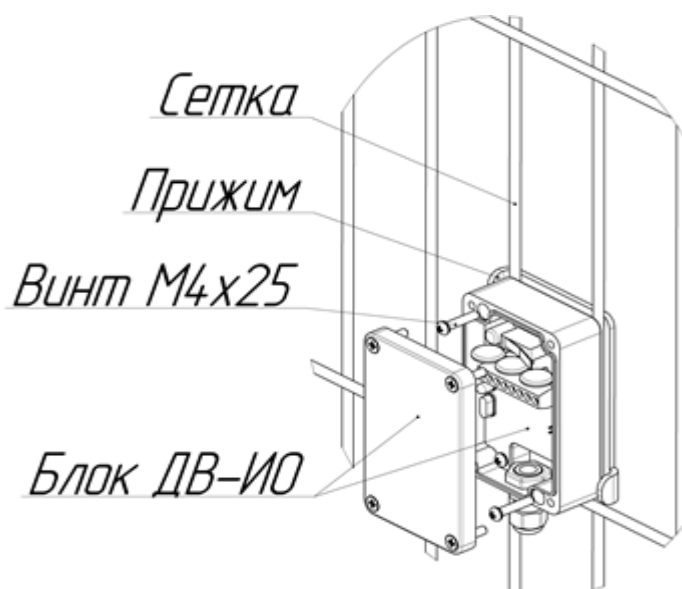
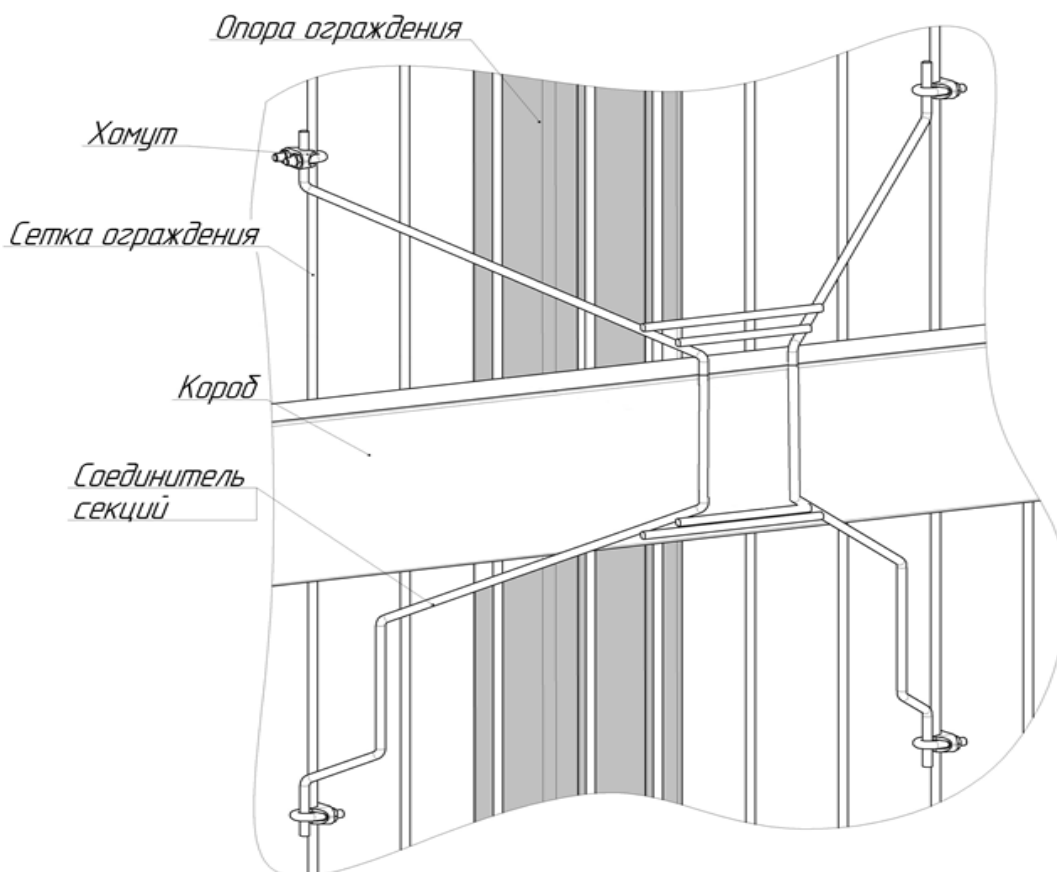

Рисунок 1 – Крепление извещателя на сетке ограждения
Рисунок 2 – Соединитель секций
- Извещатель ДВ-ИО устанавливается непосредственно на нижнюю панель заграждения посередине секции при помощи КМЧ (прижим на сетку) (рисунок 1). Учитывая, что вибрация заграждения при воздействиях на него передаются через металлические опоры, при условии жесткого крепления полотен секций на металлических опорах, ДВ-ИО может использоваться для контроля 3 секций, при этом рекомендуется дополнительное соединение секций между собой соединителями секций (рисунок 2). Допускается увеличение локальной зоны контроля ДВ-ИО до 5 секций при условии соединения всех секций соединителями.